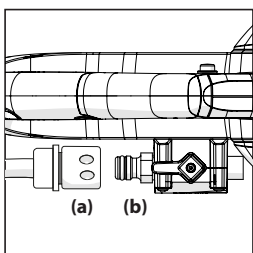

FIG. 6a & b
- Spingere il connettore del tubo (Fig. 6a) sull'adattatore del tubo della valvola dell'acqua (Fig. 6b) fino ad avvertire un click che segnalerà che il connettore è agganciato.